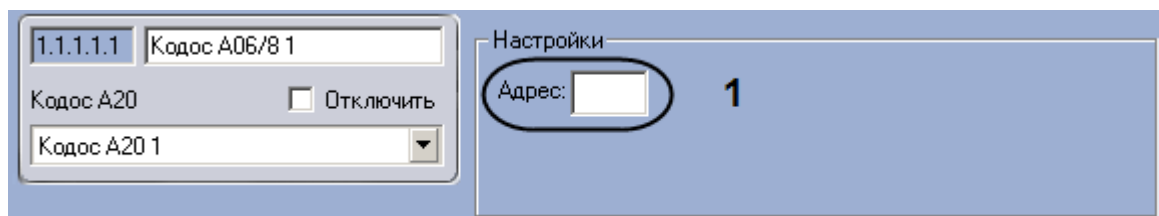

Рис. 3.6—7 Настройка адресного блока Кодос А-06/8
2. Ввести аппаратный адрес подключения адресного блока Кодос А-06/8 в поле **Адрес** (см. Рис. 3.6—7, 1).